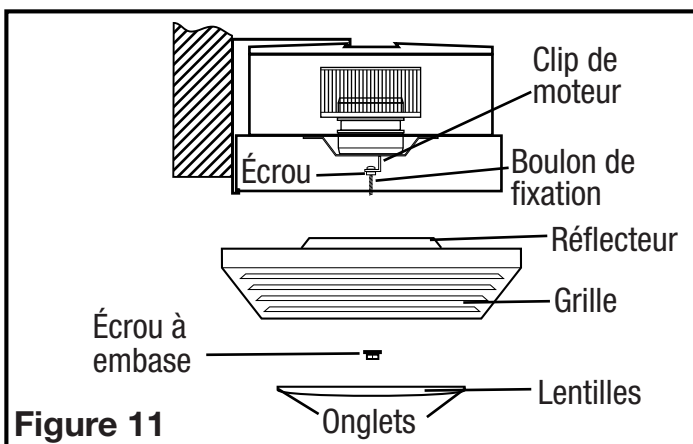

Figure 11
3. Installez le grille/la lentille/le réflecteur de lampe, en enlevant d'abord la lentille du grille (il y a deux languettes de chaque côté qui tiennent la lentille en place). Enlevez ensuite l'écrou borgne et la rondelle de freinage qui sont installés sur le boulon de fixation de réflecteur dans le logement du ventilateur. Ajustez la hauteur du boulon de fixation du réflecteur de sorte que le grille soit serré vers le haut contre le plafond de finition et moins de 1/4 po du boulon de fixation du réflecteur dépasse par le réflecteur. Fixez la position du boulon du réflecteur en serrant l'écrou d'origine contre le clip du moteur (**Figure 11**).